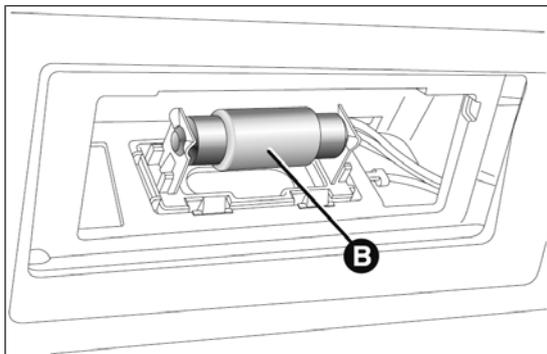

fig. 186
- remplacer l'ampoule B fig. 186, en la séparant des contacts latéraux ;